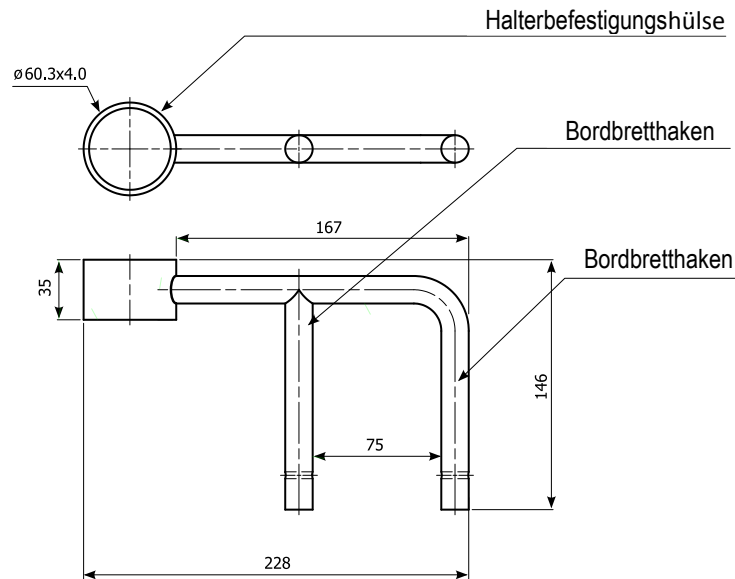

Abb. 12. Bordbretthalter
1.3.10. Bordbretthalter (Abb. 12)